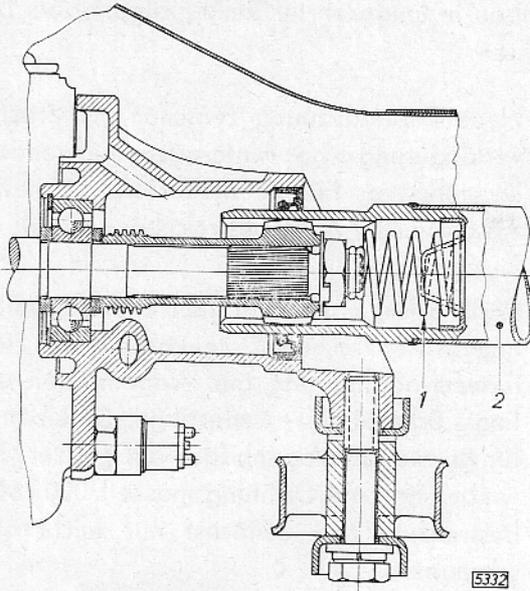

Bild B 19 - Einbaulage der Gelenkwelle im Getriebe
5. Gelenkwelle (B 19/2) aus Getriebe herausziehen und mit Druckfeder (Bild B 19/1), die auf die Getriebehauptwelle aufgesteckt ist, abnehmen. Gegebenenfalls Getriebe mit Abdichthülse S-1232 verschließen, um ein Ausfließen von Öl zu verhindern.